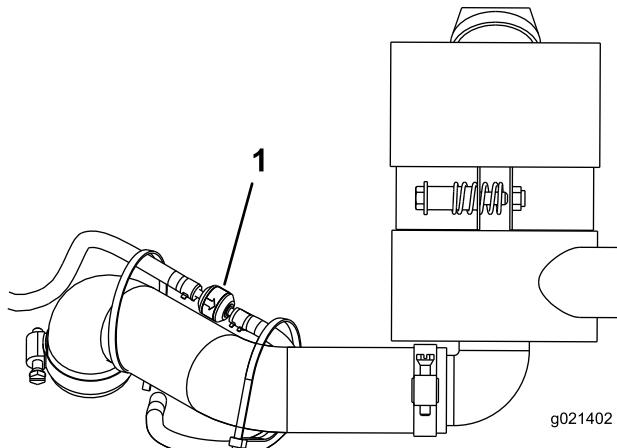

Figura 45
1. Allentate le fascette stringitubo che fissano il filtro dell'aria nel canister a carboni attivi ai flessibili (Figura 45). Il filtro dell'aria e i flessibili del canister a carboni sono fissati tramite cavi al flessibile del filtro dell'aria.
3. Togliete il filtro dell'aria del canister a carboni attivi e scartatelo (Figura 45). Verificate che la direzione della freccia sia rivolta verso il filtro.